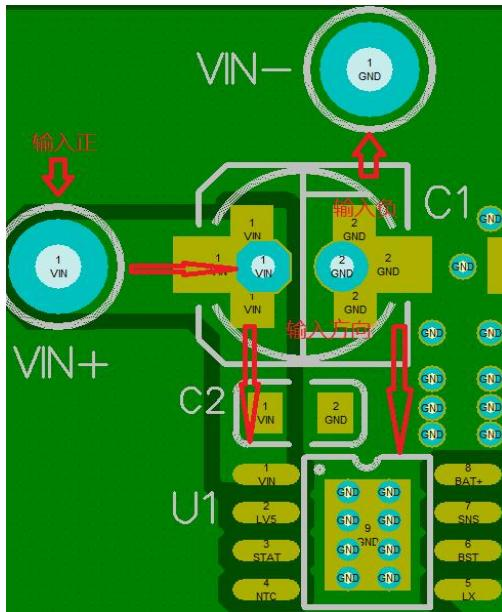

图 1
- 输入正负极走线尽量先经过输入大小两个电容，分别再到芯片的第一脚和底盘地，放置在输入大电流回路。如下图 1 所示：